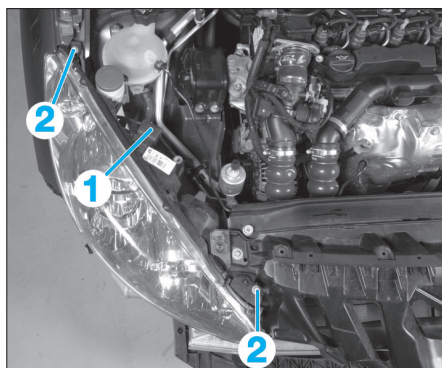

Fig. 89
- Débrancher le connecteur (1) (Fig.89).